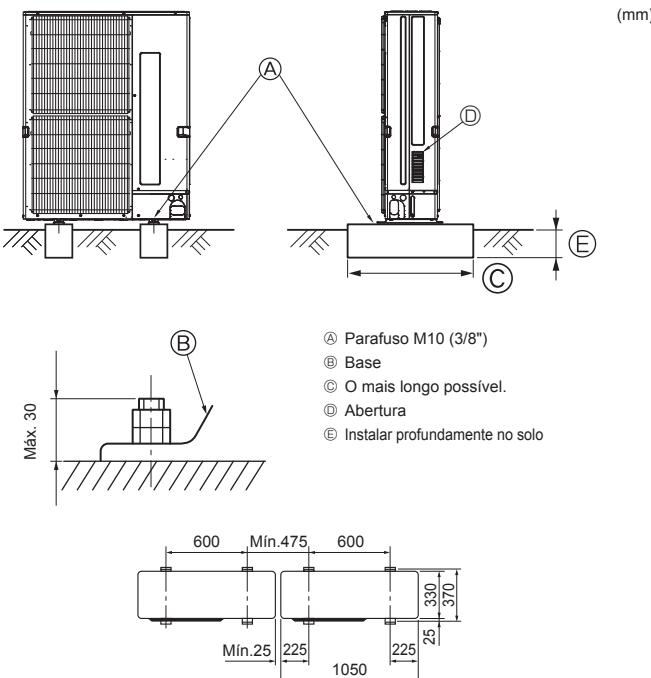

Fig. 3-1
- Certifique-se de instalar a unidade numa superfície firme e nivelada para evitar estrépios durante a operação. (Fig. 3-1)